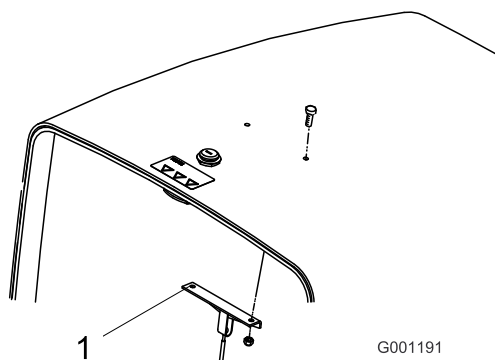

Figura 4
- Togliete le due viti e i dadi che fissano la staffa del cavo del cofano alla parte inferiore del cofano, e scartatele (Figura 4).